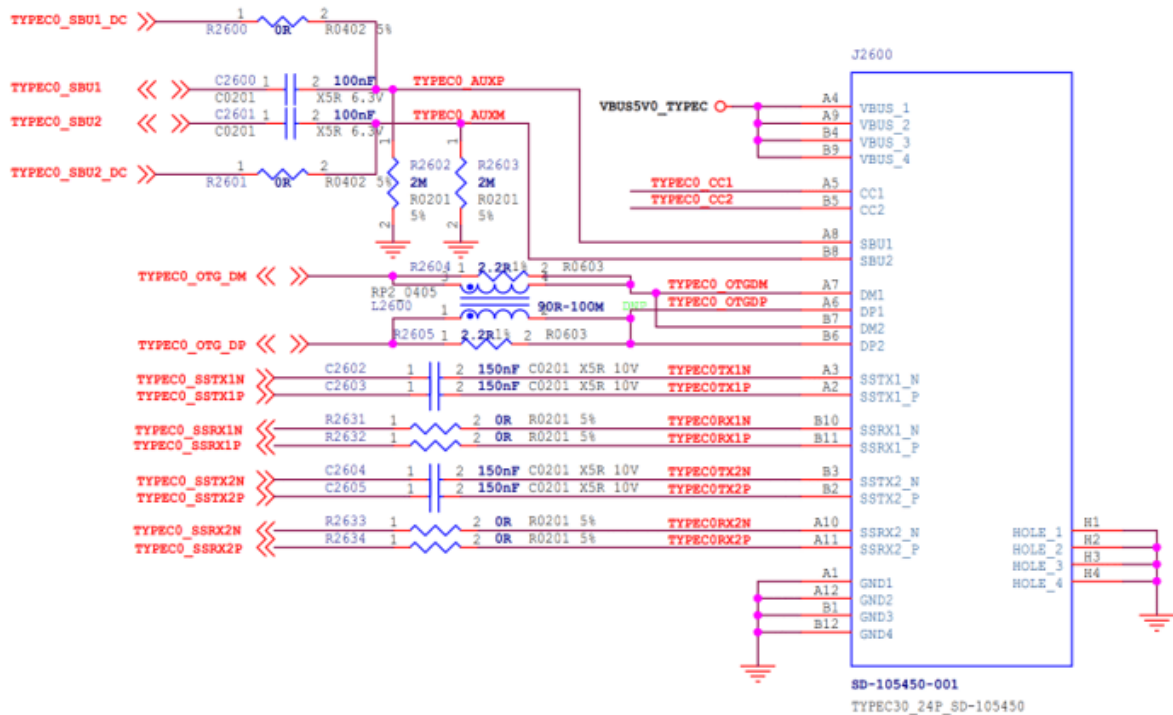

图 19 RK3588 Type-C0 接口
5. TYPEC0_SBU1/TYPEC0_SBU2 只用于 DP Alternate Mode 的 AUX 通信。按照 AUX 的协议要求, 需要根据 Type-C 插入的正反面, 对 SBU1/SBU2 进行相应的电平上拉操作。因为 RK3588 芯片内部没有实现 SBU1/SBU2 的自动上拉, 所以要求硬件外部电路增加两个 GPIO 控制 (对应图 19 中的 TYPEC0_SBU1_DC/TYPEC0_SBU2_DC)。对 GPIO 的默认上下拉方式没要求, 可以选择任意的 GPIO。软件上, 需要修改 usbdp_phy 节点的属性 sbu1-dc-gpios 和 sbu2-dc-gpios 进行适配;